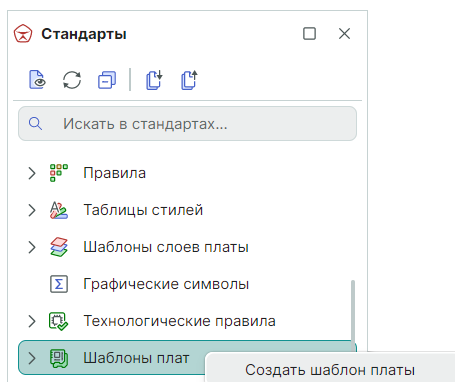

Рис. 150 Создание шаблона платы
2. Вызовите контекстное меню и выберите команду «Создать шаблон платы», см. Рис. 150.